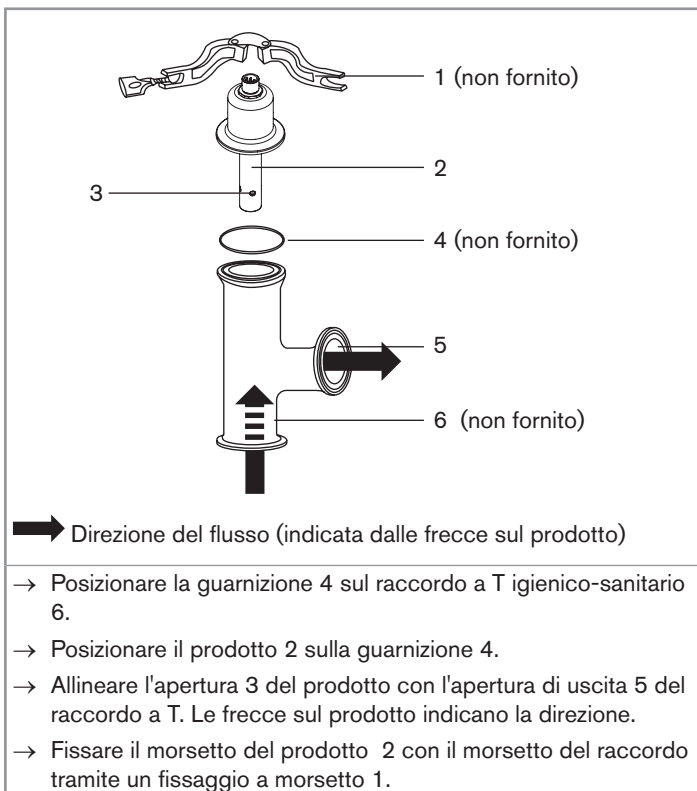
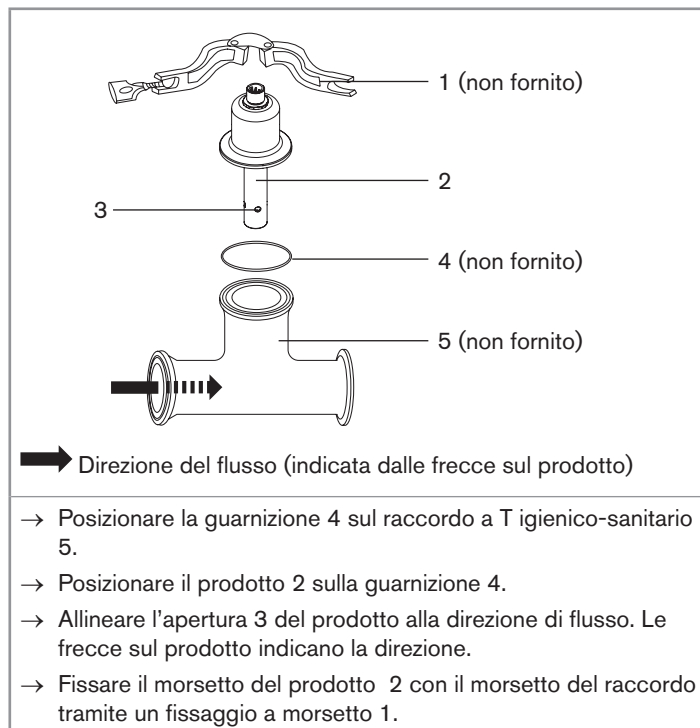

Figura 4: Installazione di un 8221 con codice articolo 564898, 568818, 569643 o 571162 in un tubo rigido.
Figura 5: Installazione di un 8221 con codice articolo 564899, 562261, 568818, 569643 o 571162 in un tubo rigido
- Per il codice articolo **564898**, eseguire l'installazione come descritto in Figura 4.
- Per i codice articolo **564899** e **562261** eseguire l'installazione come descritto in Figura 5.
- Per i codici articolo **568818** e **569643** eseguire l'installazione come da Figura 4 o Figura 5.
- Per il codice articolo **571162**, eseguire l'installazione come descritto in Figura 4 o Figura 5.